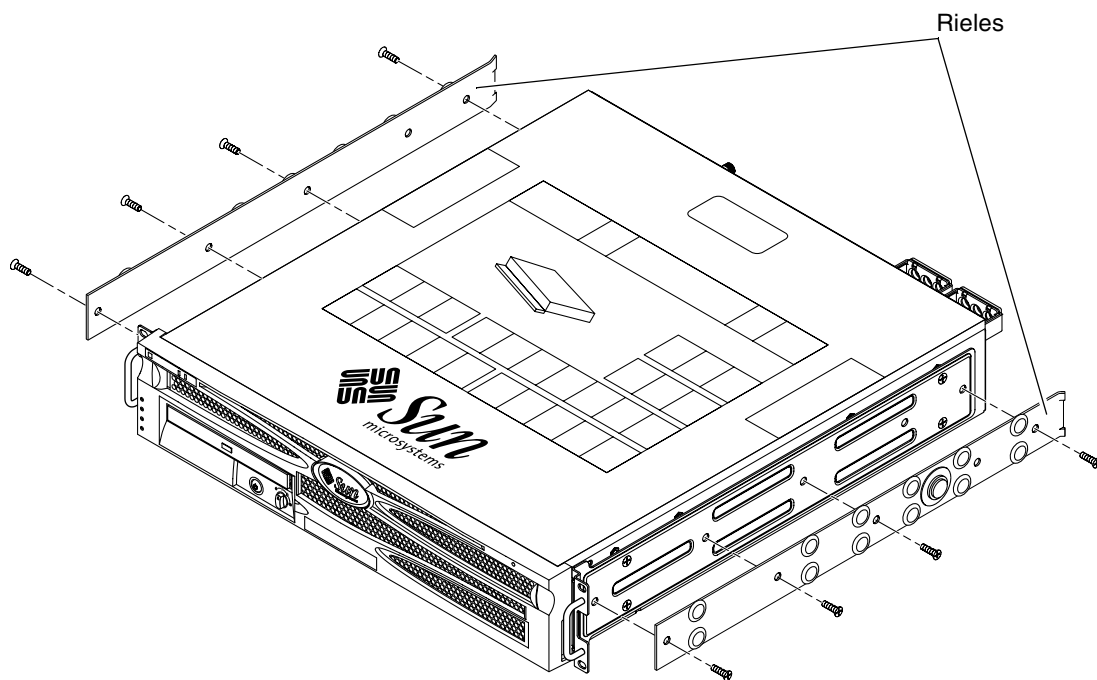

FIGURA 3-9 Fijación de los rieles a la carcasa del sistema
5. Mediante ocho de los tornillos Phillips de cabeza plana M4 × 0,5 × 5 mm del kit de montaje en el bastidor (cuatro en cada lado), atornille cada riel al lateral del chasis del sistema (FIGURA 3-9).